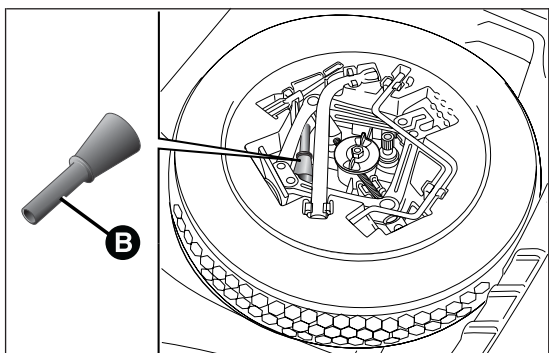
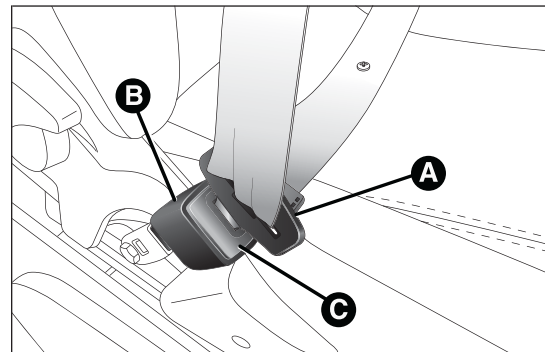

fig. 86
fig. 89
- ouvrir le coffre à bagages et prendre l'adaptateur spécial B situé dans la boîte à outils (versions équipées de roue de secours - pour les versions/marchés qui le prévoient) fig. 86 ou dans la boîte du Fix&Go Automatic (versions équipées de Fix&Go Automatic) fig. 89 ;
Pour boucler sa ceinture, saisir la languette de clipsage A fig. 89 et l'enclencher dans la boucle B, jusqu'au déclic de blocage. Si pendant le déroulement de la ceinture celle-ci se bloque, la laisser s'enrouler légèrement pour dégager le mécanisme, puis la dégager de nouveau en évitant des manœuvres brusques.
Ne pas appuyer sur le bouton C fig. 89 pendant la marche.